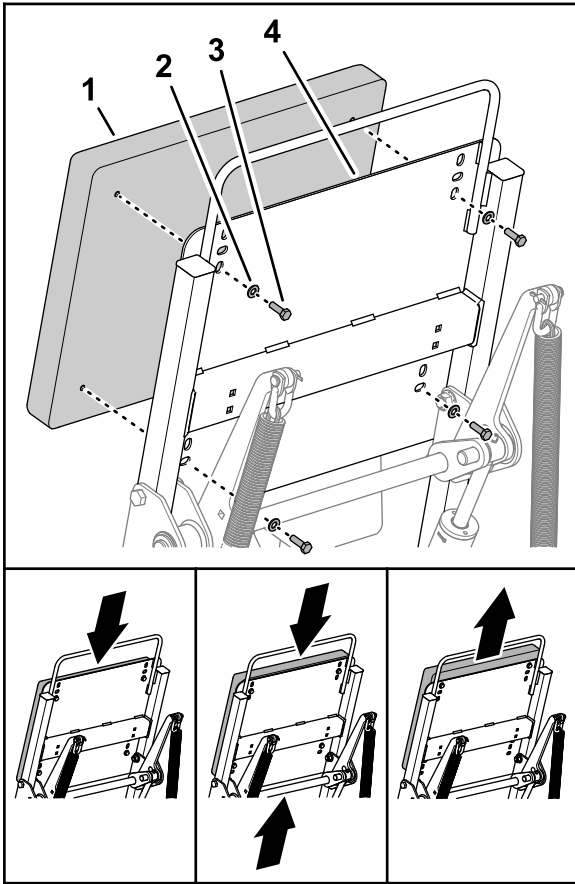

Figure 25
1. Retirez les 4 boulons et les 4 rondelles qui fixent le coussin du dossier sur la plaque de montage (Figure 25).